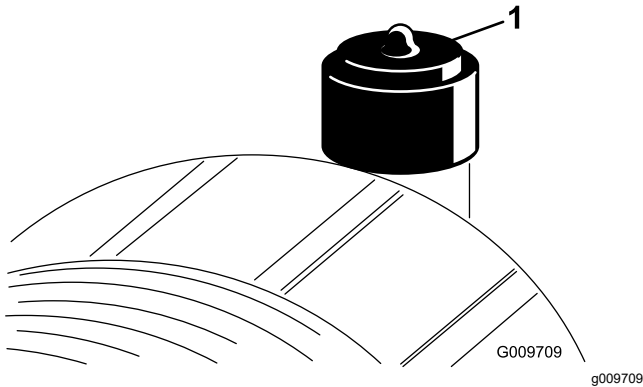

Figura 56
Revise el elemento del limpiador de aire únicamente cuando el indicador de restricción (Figura 56) lo requiera. El cambiar el elemento del limpiador de aire antes de que sea necesario aumenta la posibilidad de que entre suciedad en el motor al retirar el elemento.
2. Reinicie el indicador de restricción (Figura 56) si se ve rojo.